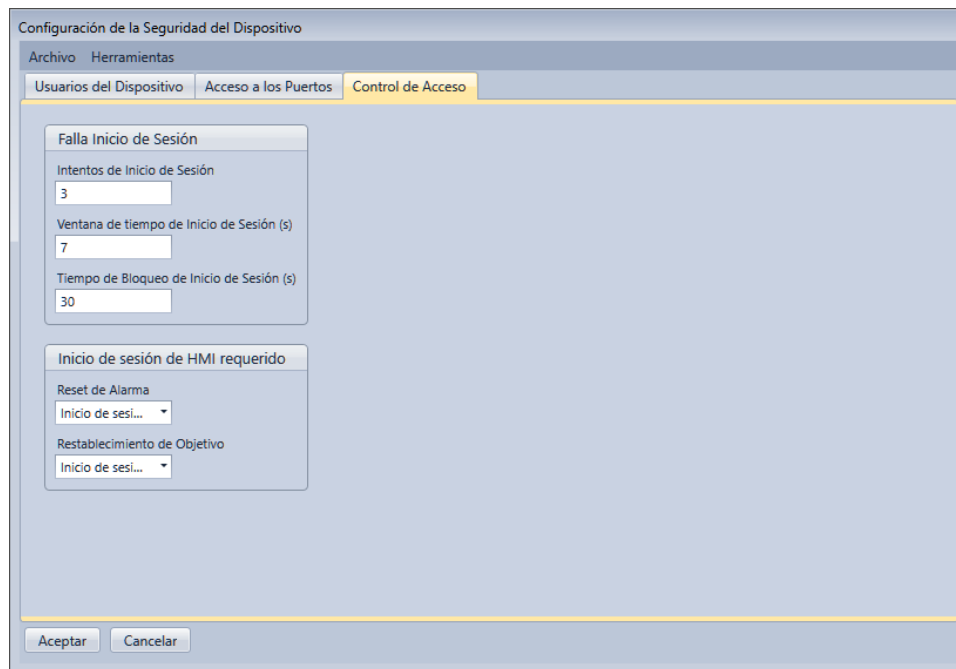

Figura 9-3. Pantalla Control de acceso
La pantalla Control de acceso de BESTCOMSP^{lus} se ilustra en la Figura 9-3.
- Seleccione la pestaña Control de acceso. Consulte Figura 9-3.